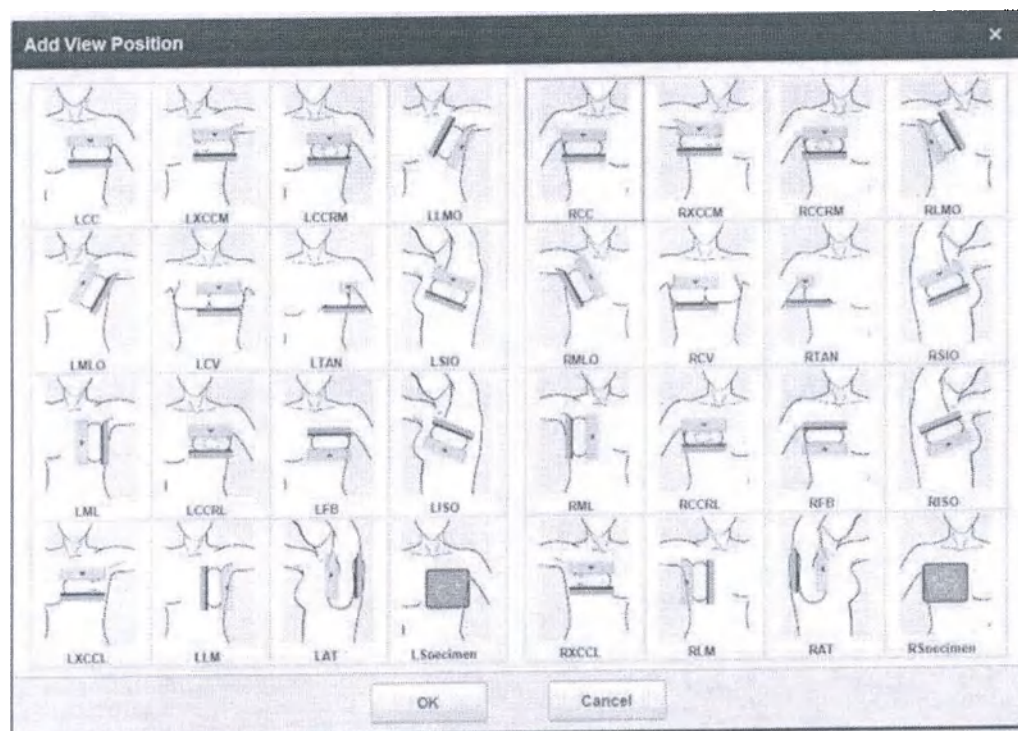

Рис. 3.24 Окно «Добавить положение обзора»
- Опция «Добавить положение обзора» (Add View Position) появляется при нажатии значка Добавить [Add], как показано ниже на рис. 3.24.
- После выбора списка, такое же окно как «Добавить положение обзора» ('Add View Position') появляется при нажатии значка [Edit] Редактировать, рис. 3.24.